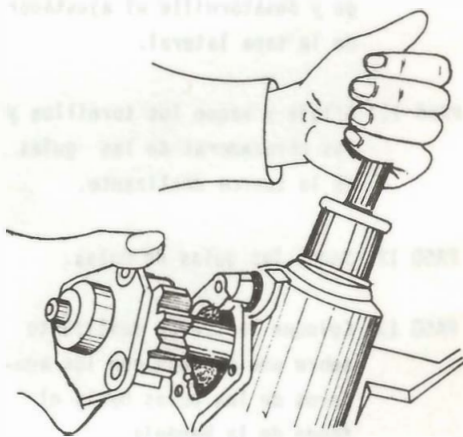

Fig. 15
PASO 6: Saque de la caja la tapa lateral con el sector dentado y su eje (fig. 15).